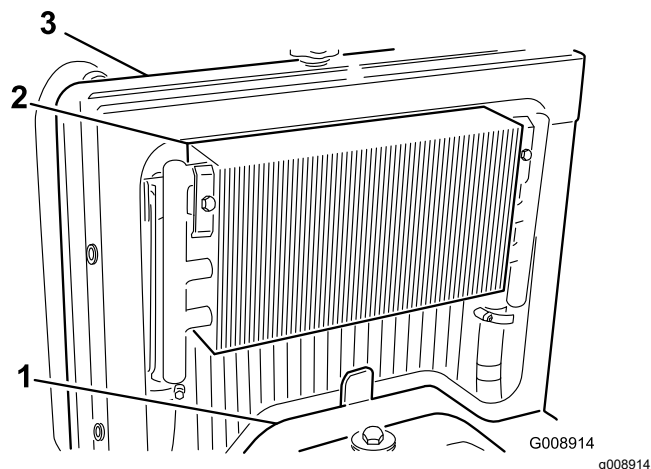

Figura 58
2. Togliete il pannello di accesso (Figura 58).